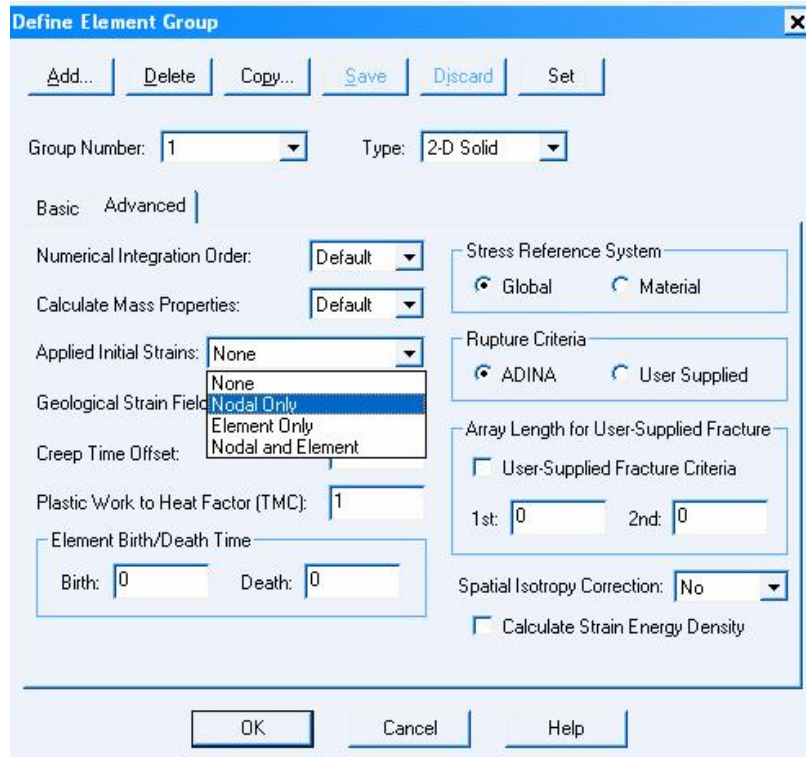

图 7.2
**用法：**只有在定义单元组中选择了有初始应变，如图 7.2 所示，将 Applied Initial Strains 选择为 Nodal Only（或 Element Only 或 Nodal and Element），这时，才可以显示单元的初始应变轴，菜单 Display - Geometry/Mesh Plot - Modify...（或直接点击图标），点击 Element Depiction...，在弹出的 Define Element Depiction 窗口中的 Local System Triad 栏下，选中 Display Local System Triad，Type 选择为 Initial Strain Axes，点击 OK 两次即可显示单元的初始应变轴。